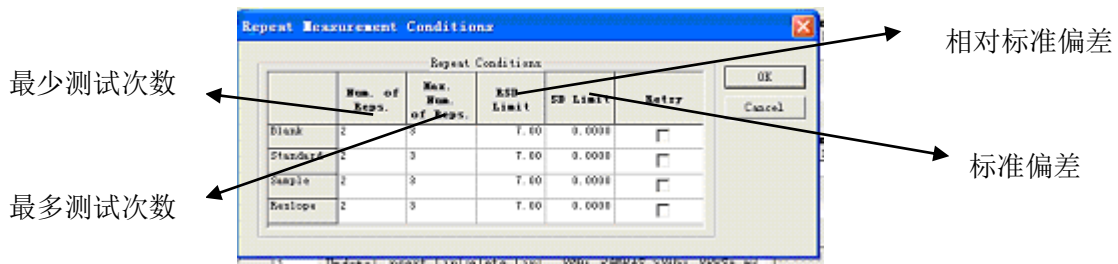

图 2-6
5、在图 2-6 中选择测试重复次数，对空白、标样、样品、和斜率校正进行设置